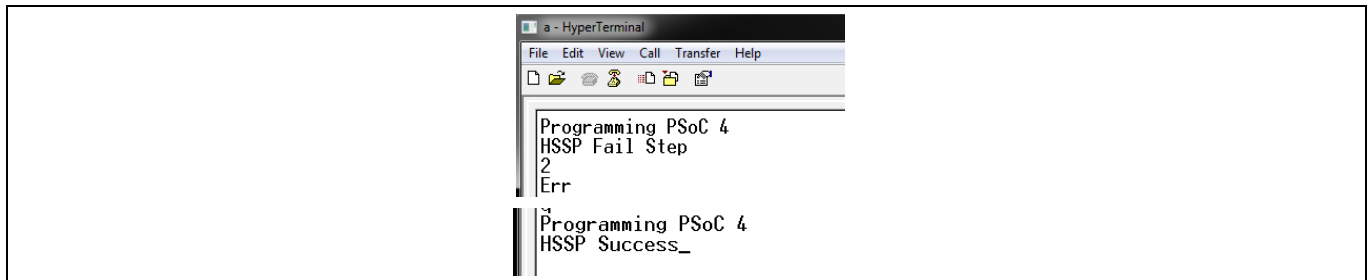

Figure 8 终端显示
- c) 按下键盘上的任何字母数字按键，开始编程操作。如果编程操作成功，终端应用上会提示‘HSSP Success’信息 (请查看 Figure 8)。
- d) 如果编程操作失败，终端应用上会显示您可以用来调试项目的步骤和错误代码 (请查看 Figure 8)。